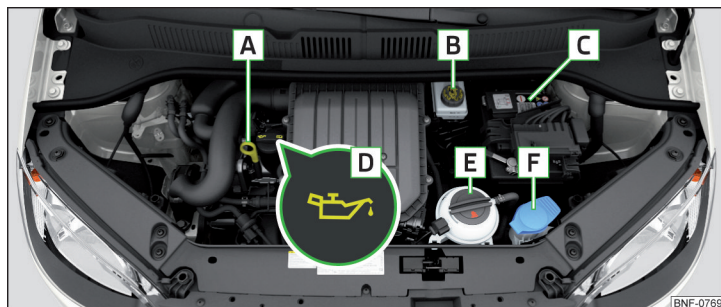

Fig. 107 Motorrum
Placering i motorrummet » Fig. 107
- Skru dækslet af motoroliepåfyldningsåbningen » Fig. 107 på side 106.